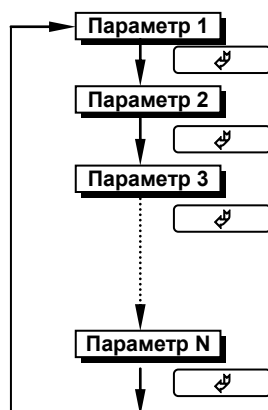

Рисунок 4.4 - Диаграмма выбора параметров на каждом уровне
- Для выбора параметров на каждом уровне необходимо нажать клавишу [↵] (рисунок 4.4). При каждом нажатии клавиши [↵] происходит переход к следующему параметру.